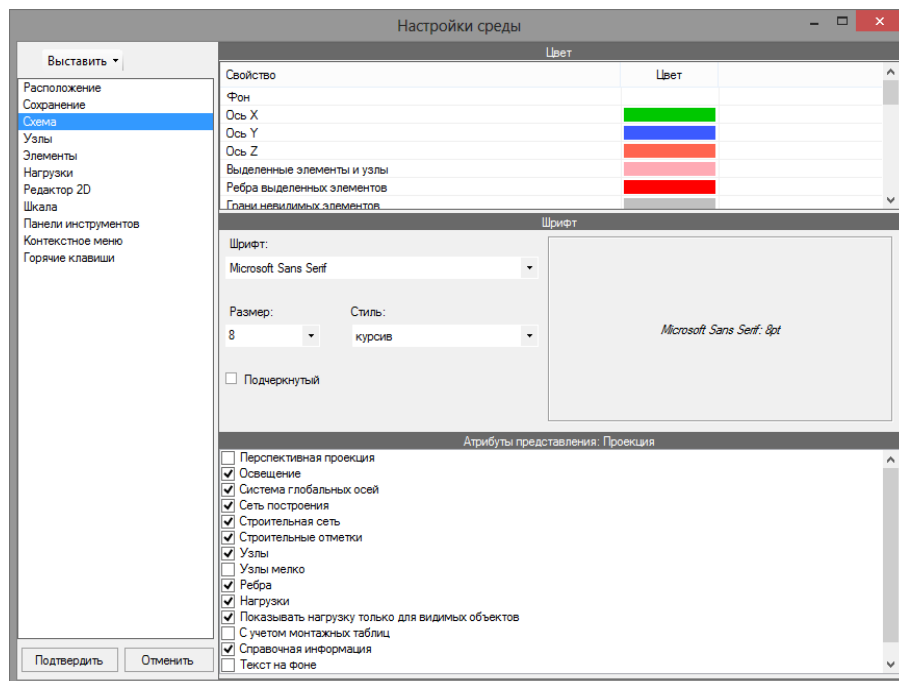

Рис. 2.10. Вкладка **Схема**
**Настройки рабочей среды** ⇔ вкладка **Схема** (рис. 2.10)